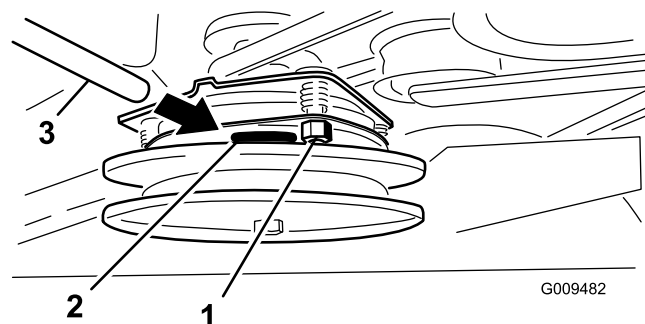

Figura 59
5. Apriete las contratuercas hasta fijar ligeramente la galga pero dejando que ésta se pueda mover con facilidad en la separación (**Figura 59**).